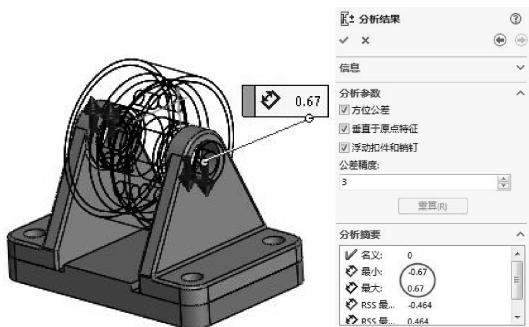

图 5-68 显示的装配零部件之间的最大公差与最小公差
- 从【分析摘要】列表中可以看到最大公差 (0.67mm) 和最小公差 (-0.67mm)，如图 5-68 所示。